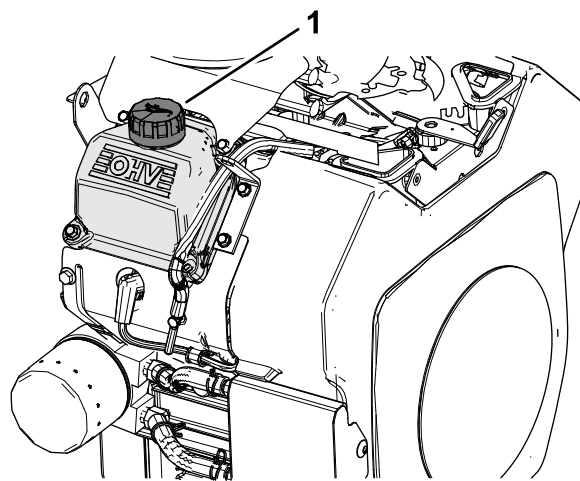

図 32
6. バルブカバーの補給管 図 32 から、所要量のおよそ 80% のオイルをゆっくりと入れる エンジンオイルの仕様 \(ページ 26\) を参照。